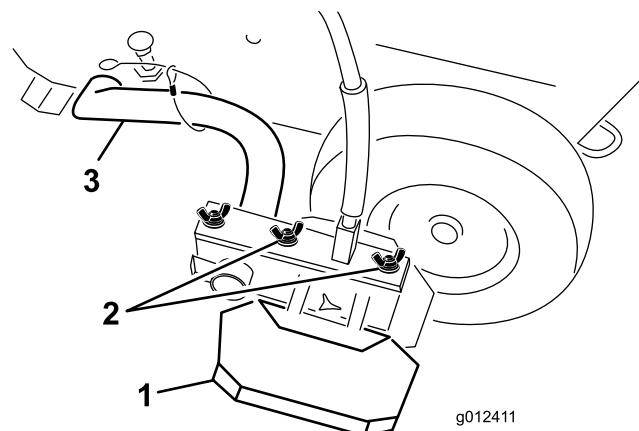

図 23
1. スプレー・シールドをブームのアームに固定している蝶ナットをゆるめる (図 23)。
2. ラインの幅が希望通りの幅になるようにシールド (図 23) の位置を調整する。各シールドが、ノズルから同じ距離になるようにすること。